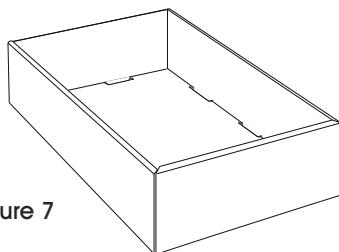

Figure 7
10. La boîte est assemblée. (Voir Figure 7)